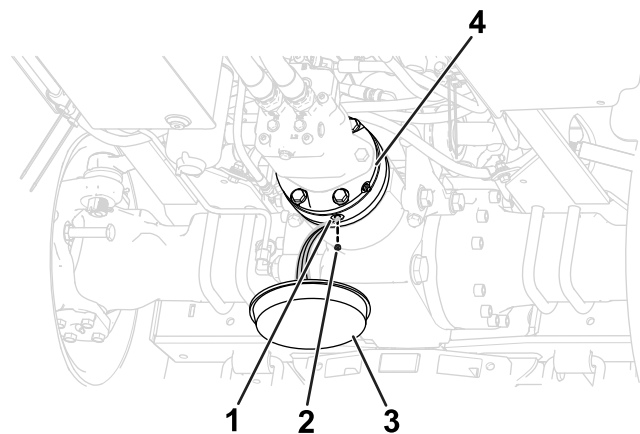

Figure 105
1. Placez un bac de vidange sous le frein hydraulique (Figure 105).
2. Retirez le bouchon de vidange de l'orifice de vidange (Figure 105).
4. Remettez le bouchon de vidange dans l'orifice de vidange (Figure 105).